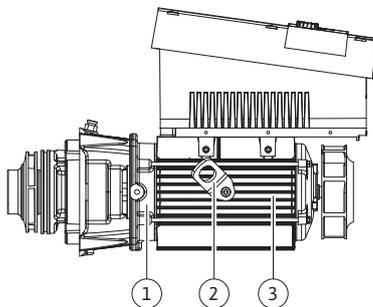

Fig. 13: Set di innesto
Per il montaggio la girante (Fig. 6, pos. 6) e la lanterna (Fig. 6, pos. 7) fanno parte del set di innesto (Fig. 13).
Gli occhioni di trasporto (Fig. 13, pos. 2), vengono rimossi dalla flangia del motore (Fig. 13, pos. 1), spostati sul corpo del motore e con le stesse viti fissati di nuovo al corpo del motore (Fig. 13, pos. 3).